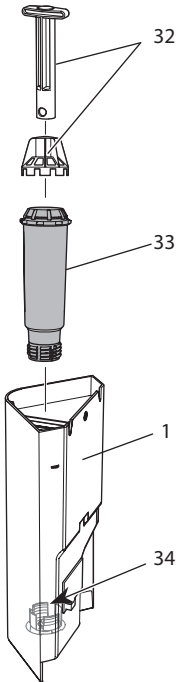

Bild 18: Skruva fast eller lossa vattenfiltret
7. Sätt i ett nytt filter i vattenbehållaren (se Bild 18).
2. Ta ut vattenfiltret (se Bild 18).